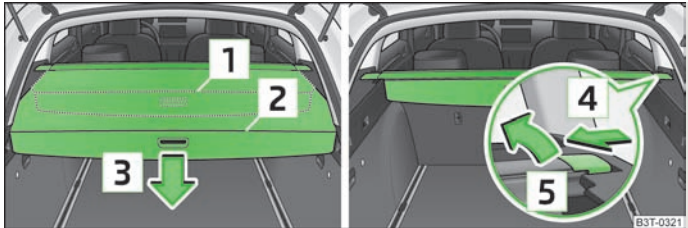

Abb. 70 Gepäckraum: aufrollbare Gepäckraumabdeckung / aufrollbare Gepäckraumabdeckung ausbauen
- › Die aufrollbare Gepäckraumabdeckung bis zum Anschlag in die gesicherte Stellung » Abb. 70 ziehen.
- › Die Abdeckung im Griffbereich in Pfeilrichtung » Abb. 70 drücken, die Abdeckung rollt sich automatisch in die Stellung auf. Durch erneutes Drücken wird die Abdeckung vollständig aufgerollt.
- › Zur Beförderung von sperrigem Gut kann die vollständig aufgerollte Gepäckraumabdeckung ausgebaut werden, indem auf der Seite der Querstange in Pfeilrichtung gedrückt » Abb. 70 und die Abdeckung mit einer Bewegung in Pfeilrichtung herausgenommen wird.
- › Die Gepäckraumklappe öffnen. Die aufrollbare Gepäckraumabdeckung rollt sich automatisch in die Stellung auf » Abb. 70.